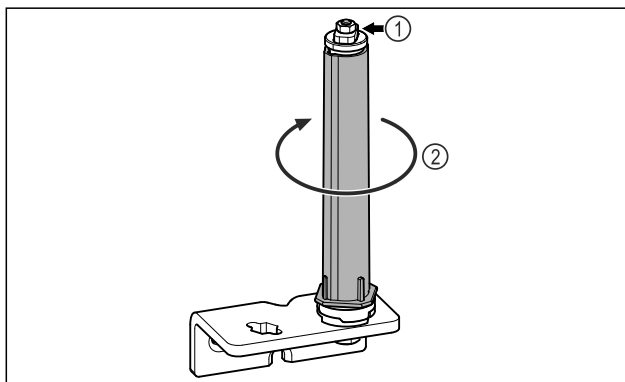

Fig. 28
- Не разглобявайте затварящата система на вратата Fig. 28 (1).
- Въртете затварящата система Fig. 28 (2), докато тя щракне.